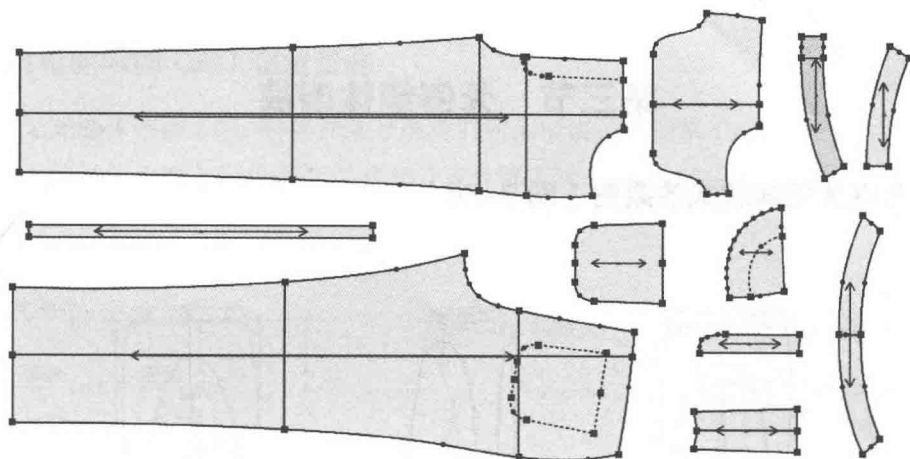

图 7-62 拾取纸样
(13) 拾取纸样(图 7-62)。选择 【剪刀】工具拾取纸样的外轮廓线，及对应纸样的省中线，击右键切换成拾取衣片辅助线工具拾取内部辅助线。并用 【布纹线】工具将布纹线调整好。